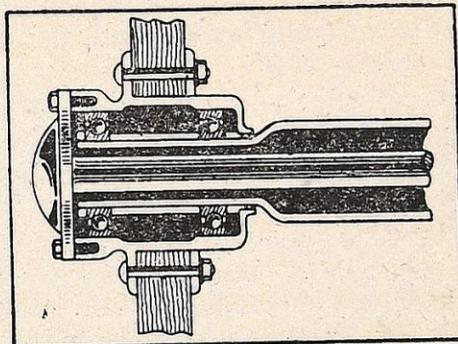

Fig. 3.—Arriba y abajo—Tipos completamente flotantes de eje trasero, el uno con cojinetes de bolas y el otro con cojinetes de rodillos.
**Eje completamente flotante**—Fig. 3—El cojinete de afuera del eje completamente flotante está montado casi de la misma manera que en el tipo tres cuartos flotante, pero cada rueda tiene dos cojinetes asegurados en la parte de afuera de la caja de los árboles del eje, quedando aquí sujetos por tuerca de retención. Las ruedas, por lo tanto, no dependen de los árboles del eje para su alineación y pueden moverse por una pestaña o un embrague unido al extremo de cada árbol. El árbol del eje trasero completamente flotante no recibe cargas radiales o de empuje. Estas son recibidas por la caja, mientras los árboles del eje soportan nada más que las tensiones del esfuerzo de rotación.